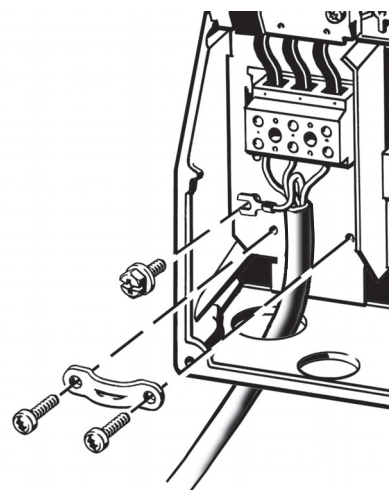

Рис. 14 Подключение питания, корпуса B1 и B2
- Подключите заземляющий провод к клемме 95 (PE). См. рис. 14.